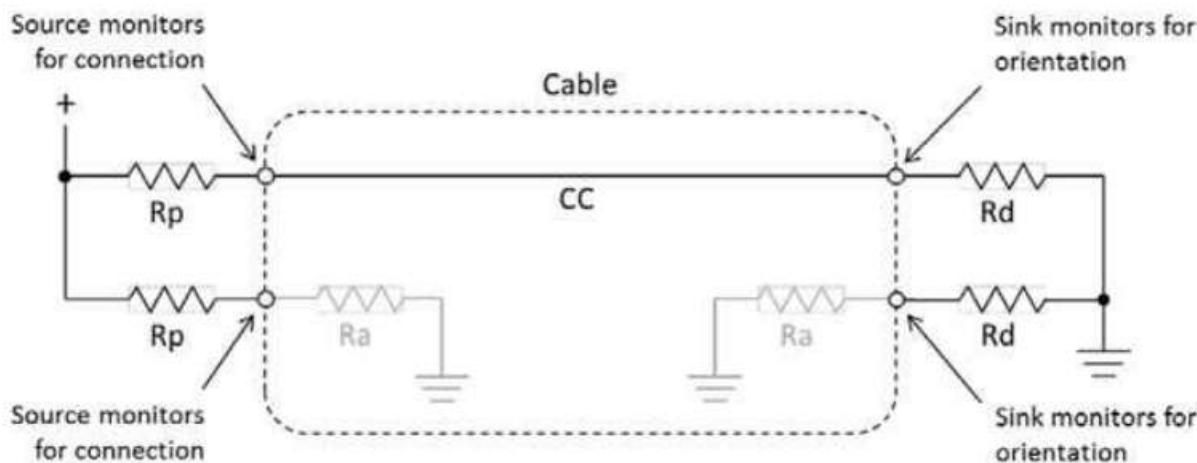

图 3. CC 逻辑上拉和下拉终端。（来源：USB Type-C 规范 v1.2，图 4 和图 5 上拉/下拉 CC 模型）
- 当两条 CC 线路中任意一个下拉时，便会发生**电缆检测**（请参阅图 3）。DFP 的两个 CC 引脚通过电阻 Rp 上拉，而 UFP 的两个 CC 引脚则通过电阻 Rd 下拉。当 DFP 处理器检测到其中一个 CC 线路被下拉后，DFP 就会知道已建立连接。